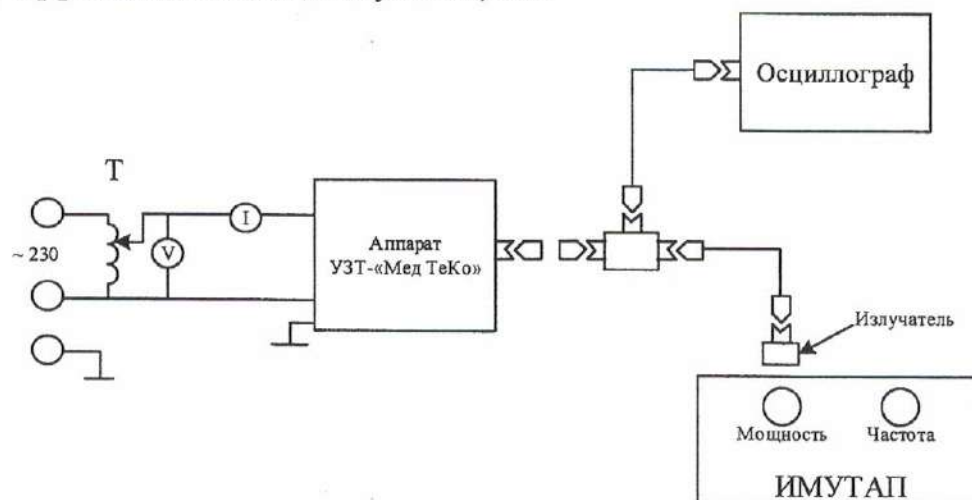

**Рисунок 8. Схема проверки частоты ультразвуковых колебаний и отклонений эффективных интенсивностей.**
8.4.7.1. **1 этап.** Проверяют отклонение эффективных интенсивностей, соответствующее ее максимальному значению – 1 Вт/см2 по схеме (Рис.8) после выполнения операций по п.8.4.2 (б,в,г,д,е,ж,з,и).
8.4.7.2. **2 этап.** Проверку отклонений эффективных интенсивностей на нижних ступенях регулирования интенсивности проводят по схеме (Рис.8) с помощью осциллографа, предварительно выполнив операции по п.8.4.2 (б,в,г,д,е,ж,з,и),